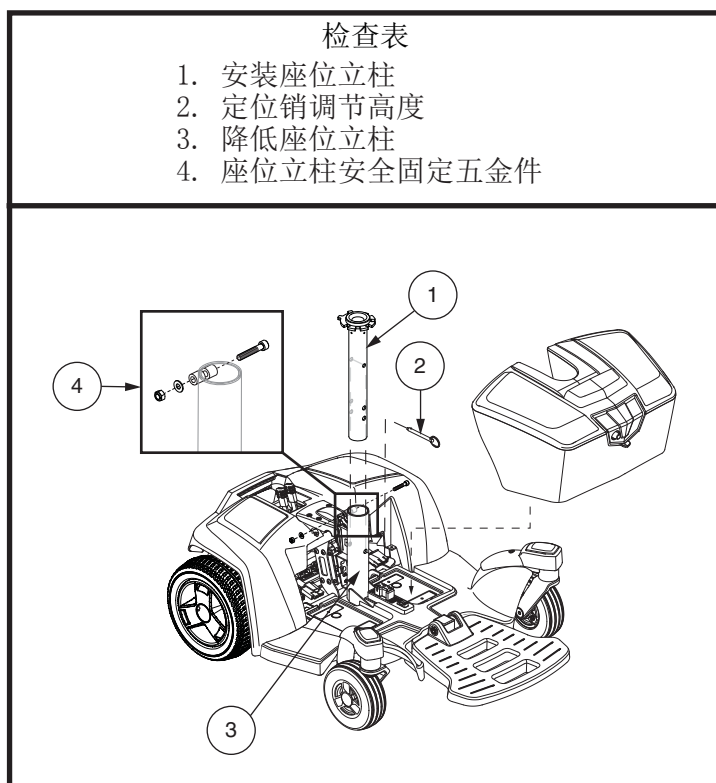

图 8. 调节座位高度
8. 松开座椅柱后部的固定件。见图8。
9. 拉动座位立柱定位销以调节高度。见图8。
1. 找到扶手固定架两侧的调节螺栓。 见图 8。